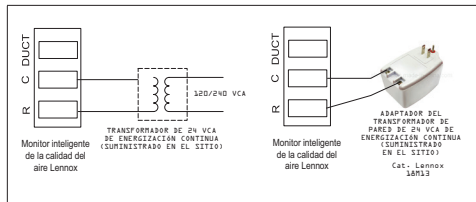

Figura 3. Transformadores separados o enchufables
- El transformador adicional podría ser un transformador secundario o enchufable ("*Figura 3. Transformadores separados o enchufables*").